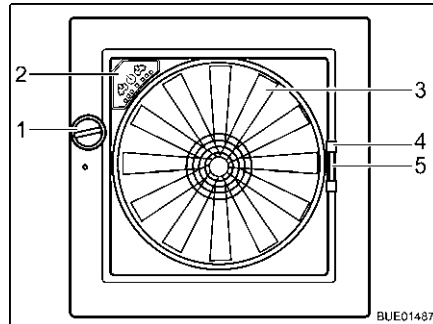

Fig. 94 Oblò Omni-Vent
- Apertura:** ■ Ruotare la manopola (Fig. 94,1), finché non si raggiunge l'angolo di apertura desiderato.
- Chiusura:** ■ Ruotare la manopola (Fig. 94,1), finché l'oblò non è completamente chiuso.
- Chiusura:** ■ Tirare la zanzariera per l'impugnatura (Fig. 94,4) verso il lato opposto del telaio.
- Chiusura:** ■ Serrare la maniglia (Fig. 94,5) dell'oscurante.
Se l'oblò è aperto, la zona interna può essere sfiata con il ventilatore a 6 stadi (Fig. 94,3). Il ventilatore si controlla dal quadro di comando (Fig. 94,2).